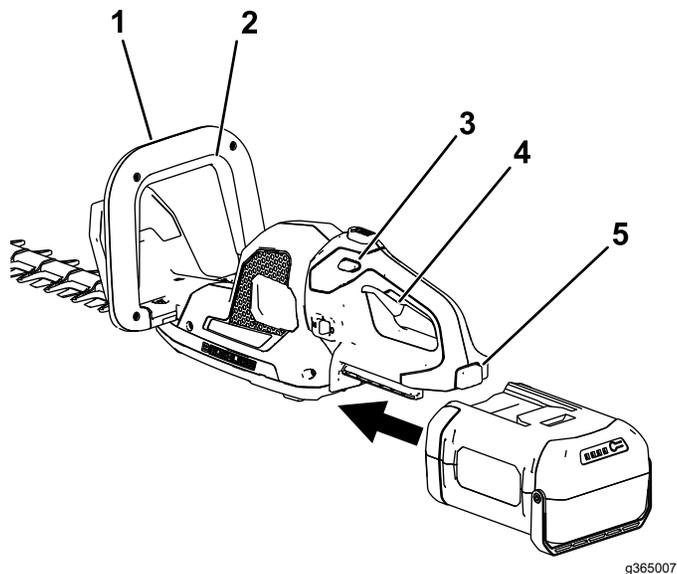

Bild 6
3. Fluchten Sie das Loch im Akkupack mit der Zunge im Holmgehäuse aus, fassen Sie den Holm an und drücken Sie das Akkupack in den Holm, bis der Riegel einrastet (**Bild 6**).
4. Fassen Sie den hinteren Griff mit einer Hand an. Fassen Sie den vorderen Griff mit der anderen Hand an (**Bild 6**).
5. Drücken Sie den Sperrschieber und drücken Sie dann den Auslöser und aktivieren Sie gleichzeitig den Sicherheitsschalter, um die Heckenschere einzuschalten (**Bild 6**).
Solange der Sicherheitsschalter aktiviert ist und Sie den Auslöser drücken, bleibt die Heckenschere eingeschaltet. Sie können den Sperrschieber loslassen, wenn die Heckenschere läuft (**Bild 6**).
Lassen Sie den Auslöser oder den Schutzschalter am Griff los, um die Heckenschere abzustellen (Bild 6). Warten Sie fünf Minuten, bis sich das Schnittmesser nicht mehr bewegt.